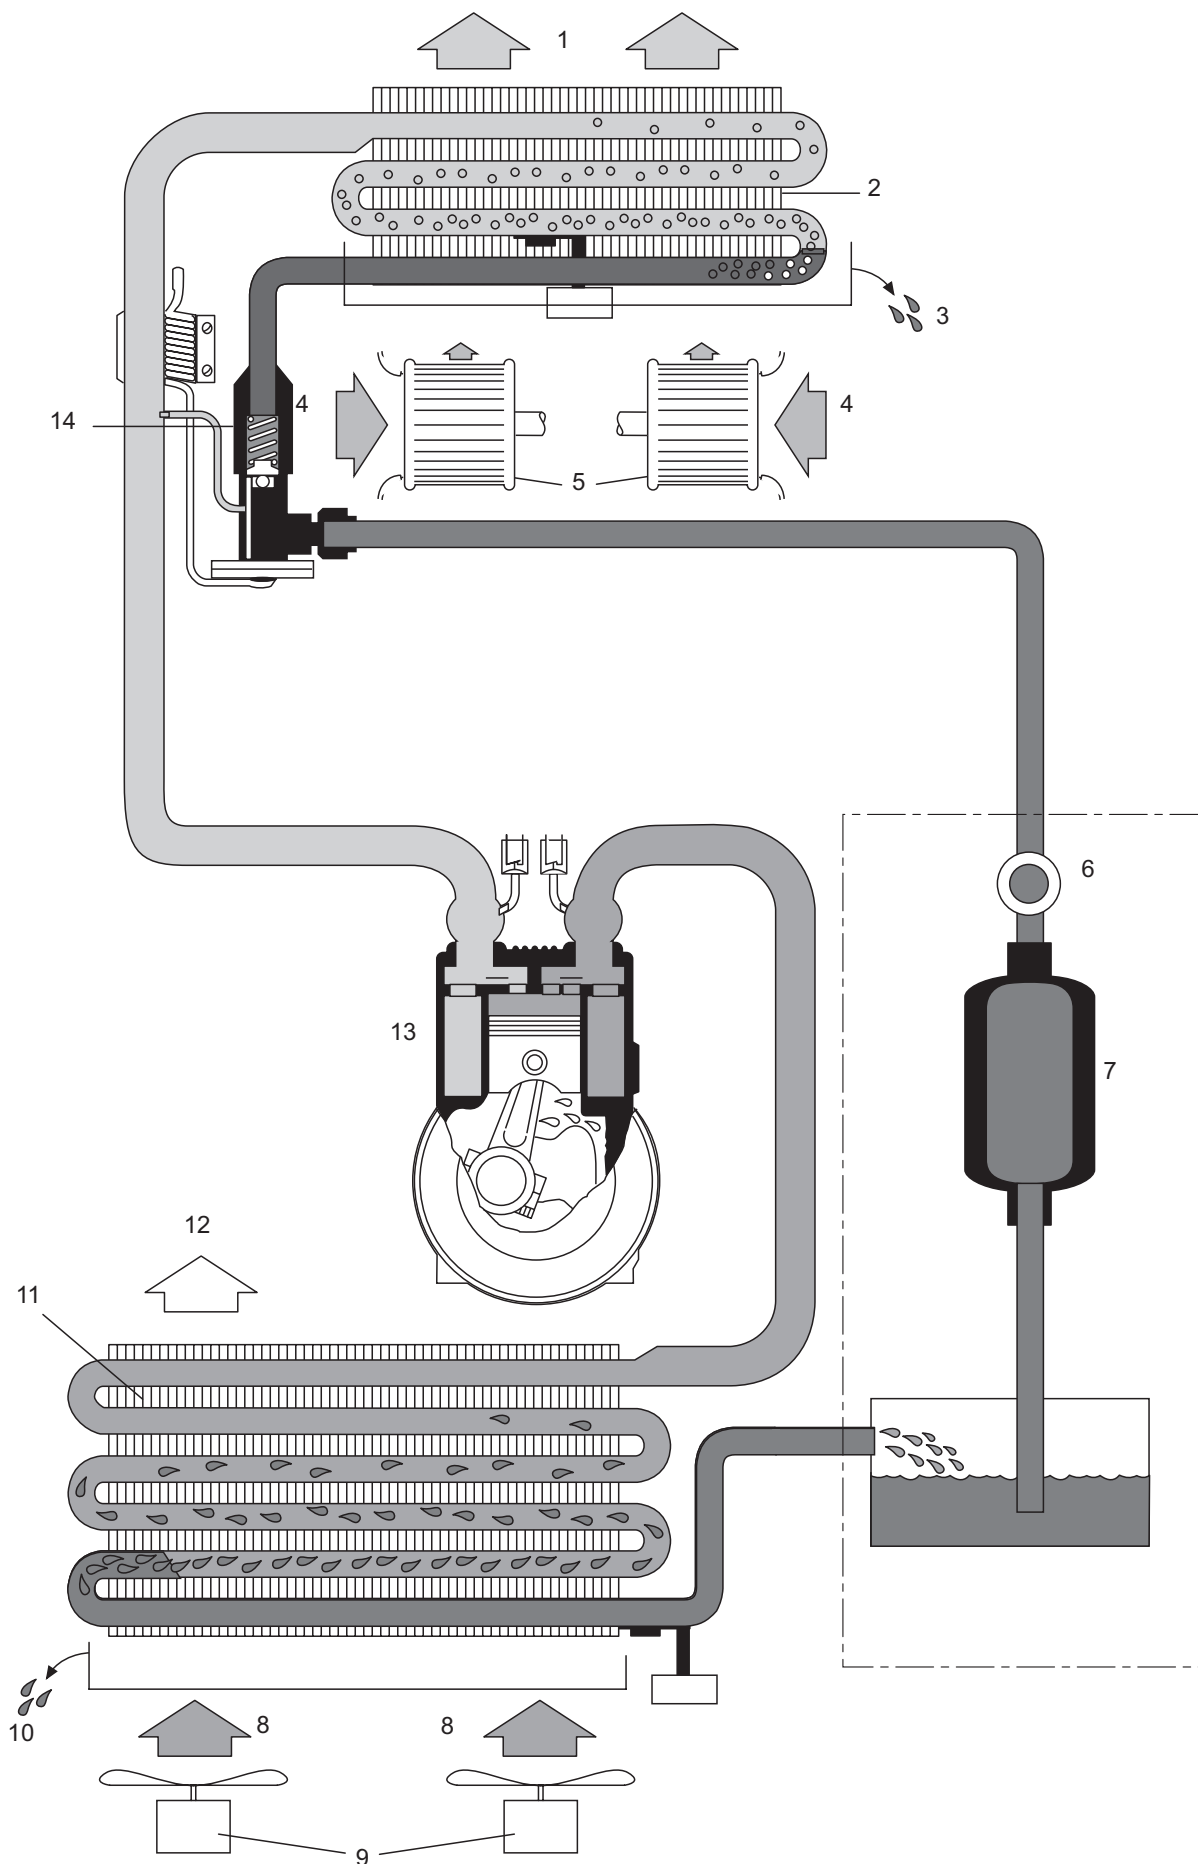

Рис. 206 Принцип действия кондиционера
При включении кондиционера с помощью выключателя с качающейся клавишей "ВКЛ./ВЫКЛ.", компрессор (13, рис. 206) включается через электромагнитную муфту и приводится в действие посредством приводного ремня от двигателя автомобиля. Он сжимает газообразный хладагент и подает его в конденсатор (11), где тот конденсируется с отдачей тепла.